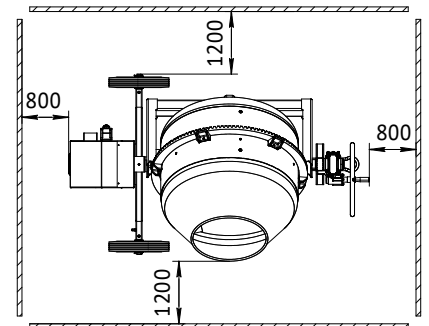

Рис.2
4.7. При установке бетоносмесителя на строительной площадке необходимо выдерживать минимальное расстояние от стен, обеспечивающие безопасную и производительную работу (рис.2).